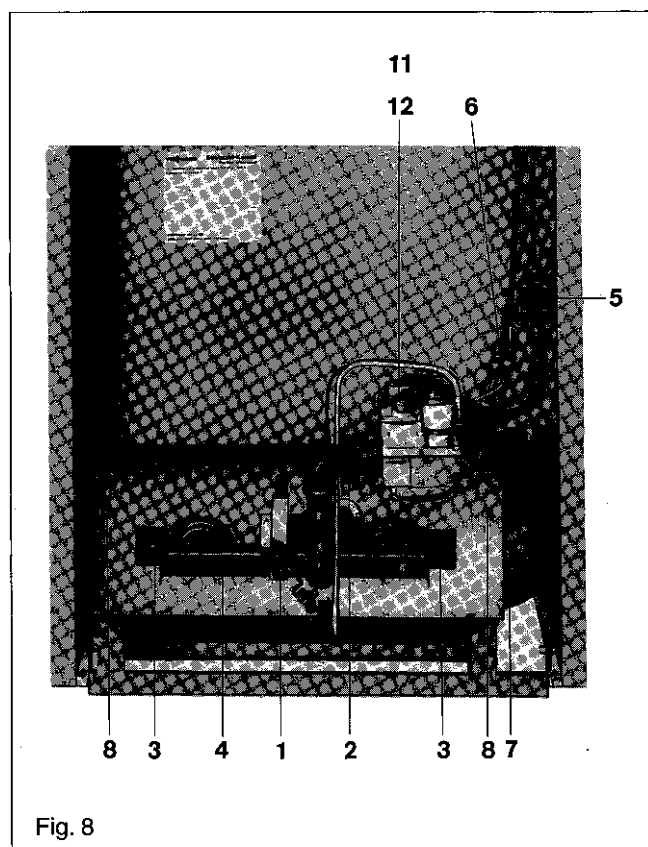

Fig. 8
- Dévisser l'écrou 2 (voir fig. 8).
- i) Enlever le capuchon 11 de la vis de réglage 12 du régulateur de pression, voir fig. 8.